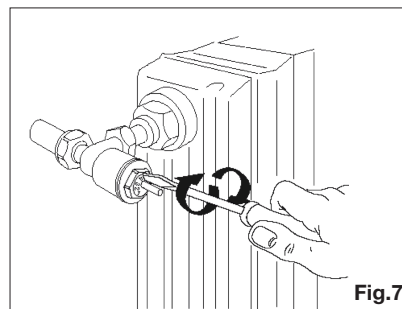

Fig.7
- 2) effettuare, se necessario, la pretaratura eseguendo le indicazioni di progetto o selezionando la posizione dagli appositi nomogrammi (**Fig.7**);